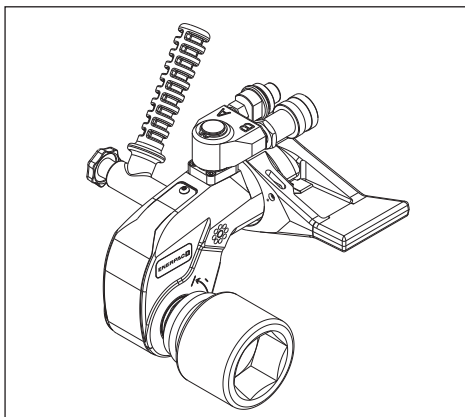

Fig. 8
4.3.1 Serrage d'un écrou ou d'un boulon (fig. 8 et 9)
- Installer le bras de réaction (6) sur la clé, dans la position requise par votre application.
- Positionner le pied (17) du bras de réaction (6) contre un point de réaction approprié (18). Ce point de réaction offrira un contrepoint à la force produite par l'utilisation de l'outil.